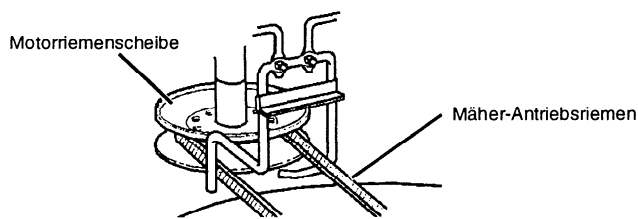

ABBILDUNG 52
- Antriebsriemen des Mähers auf die Motorriemenscheibe aufziehen (siehe Abbildung 52).
96 cm Mähwerksgehäuse (siehe Abbildung 52 und 53):
117 cm Mähwerksgehäuse (siehe Abbildung 52 und 54):